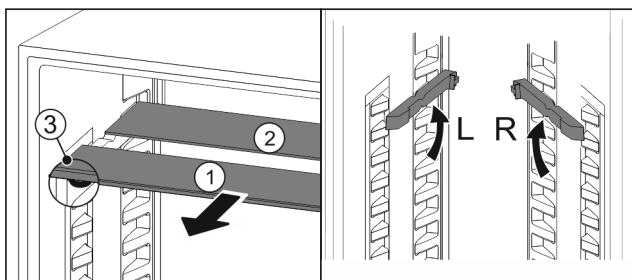

Fig. 107
- ▶ Skleněné desky jednotlivě vytáhněte dopředu Fig. 107 (1).
- ▷ Skleněná deska Fig. 107 (1) s ozdobnou lištou leží vpředu.
- ▷ Zarážky Fig. 107 (3) směřují dolů.